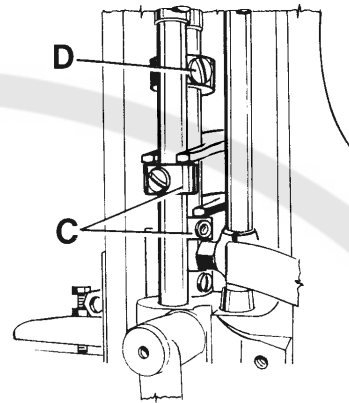

Fig. 22
On the two thread double locked stitch machines, the height of the looper thread take-up (A, Fig. 22) is set so that the cast-off hook (C) forces the looper thread over the corner (B) of the looper thread take-up (A) at the time the point of the descending needle is flush with the lower edge of looper or projects up to 1 mm (0.040 in.) below the lower edge of looper.
For setting the looper thread take-up loosen screw (D, Fig. 22). When the needle point is positioned above the lower edge of looper, the looper thread take-up (A) has to be raised accordingly. When the needle point is positioned more than 1 mm (0.040 in.) below the lower edge of looper the looper thread take-up (A) has to be lowered accordingly. Retighten screw (D).
Bei den Zweifaden-Doppelkettenstich-Nähmaschinen wird die Höhe des Greiferfadenaufnehmers (A, Fig. 22) so eingestellt, daß der Greiferfadenabzugshaken (C) den Greiferfaden zu dem Zeitpunkt über die Ecke (B) am Greiferfadenaufnehmer (A) abwirft, wenn die Spitze der sich nach unten bewegenden Nadel mit der Unterkante des Greifers bündig ist oder bis zu 1 mm unterhalb der Greiferunterkante steht.
Zur Einstellung des Greiferfadenaufnehmers lösen Sie die Schraube (D, Fig. 22). Steht die Nadelspitze oberhalb der Greiferunterkante, muß der Greiferfadenaufnehmer (A) entsprechend höher gestellt werden. Steht die Nadelspitze mehr als 1 mm unter der Greiferunterkante, muß der Greiferfadenaufnehmer entsprechend tiefer gestellt werden. Ziehen Sie die Schraube (D) wieder an.